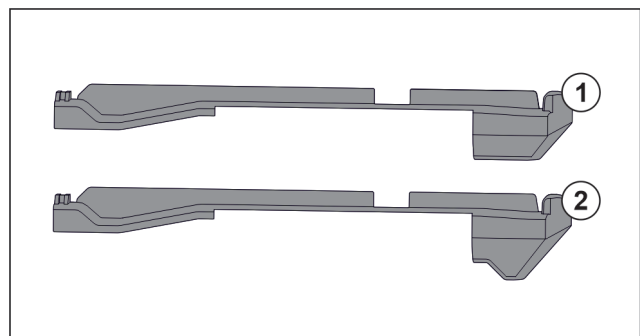

Fig. 78 Vergleich der Aufsteckteile
Im Gerät befinden sich zwei unterschiedliche Aufsteckteile. Das Aufsteckteil über dem untersten Schubfach Fig. 78 (2) hat eine dreieckige Kante. Alle anderen Aufsteckteile Fig. 78 (1) haben eine gerade Kante.
- ▶ Aufsteckteil Fig. 78 (2) mit der dreieckigen Kante über dem untersten Schubfach anbringen.
- ▶ Aufsteckteil Fig. 78 (1) mit der geraden Kante an allen anderen Stellen anbringen.